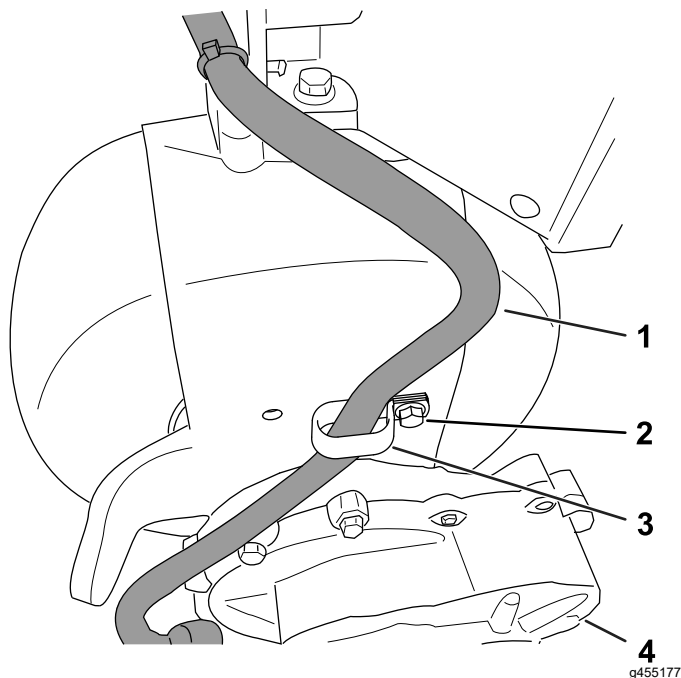

Figura 5
2. Passe a cablagem da caixa de velocidades na direção do capot e prenda-a com um grampo em R, como se mostra na Figura 5.